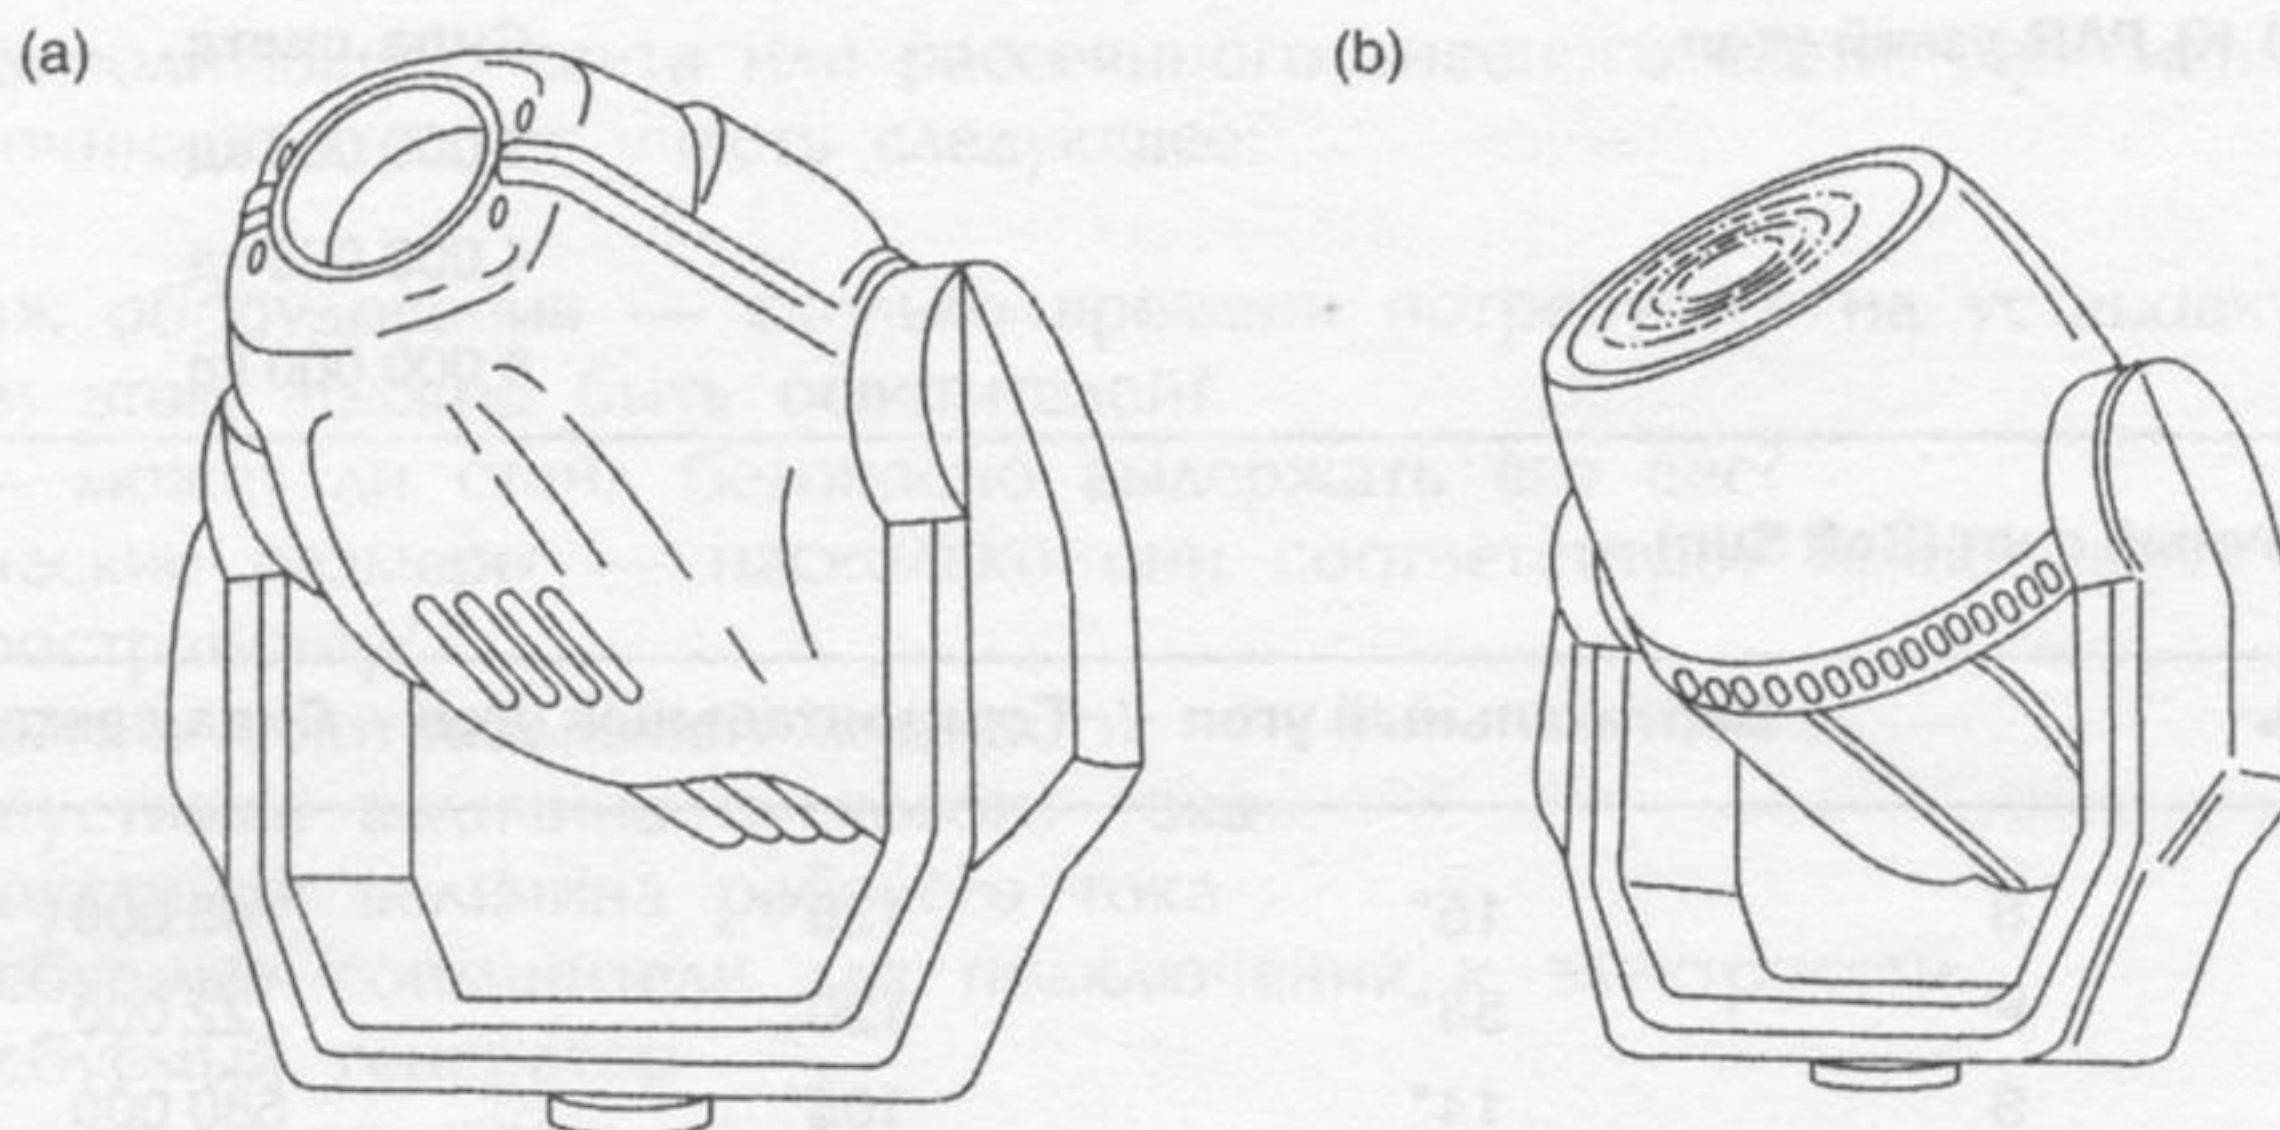

Рис. 9.62 (а) Динамический эффектный свет; (б) динамическая размытая цветовая раскраска
- Осветительные приборы, где луч перемещается за счет движения всего прибора (рис. 9.62).
В приборах **цветовой раскраски** используются 575-ваттные HTI или 1000-ваттные вольфрамовые источники света, и они относятся к первой подкатегории динамического света. Эти приборы обеспечивают переменный «размытый» цвет и переменную ширину луча, но без gobo-эффектов. Их диапазон панорама/наклон обычно составляет $370^\circ/240^\circ$ (рис. 9.62 (b)). Все системы динамического света производят небольшой шум, идущий или от охлаждающих вентиляторов, или от моторов.